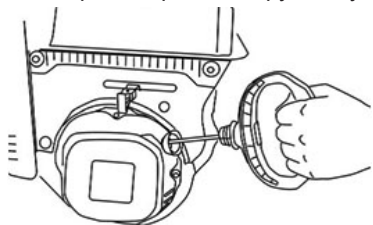

Рис.23 Рукоятка ручного стартера
1. Откройте топливный кран, переместив рычаг топливного крана в рабочее положение (ON).
- Потяните за рукоятку ручного стартера (Рис.23) до тех пор пока не почувствуете сопротивление, затем произведите резкий рывок за рукоятку.